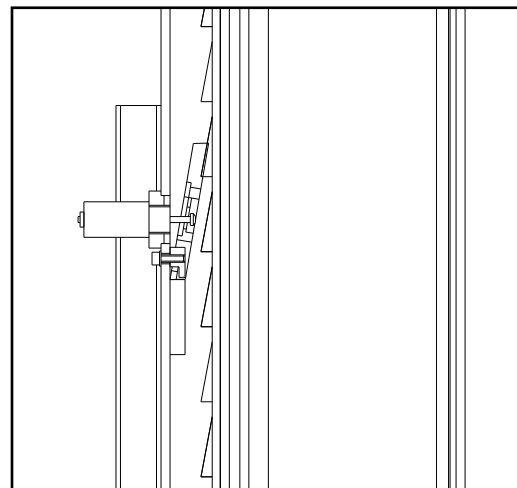

Abb. 15
- ◆ Bei einem Bruch des Hydraulikzylinders lösen die Sicherheitskeile aus (Abb. 15), befindet sich in den Pfosten. Die Keile werden durch die Feder gedrückt und stoppen den Wagen sofort, sodass er nicht mehr herunterfahren kann.